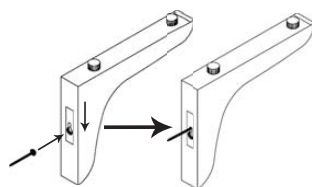

Figure 4
ÉTAPE 3: Positionnez le support sur la vis et poussez-le vers le bas pour le verrouiller en place. Assurez-vous que le support est bien appuyé contre le mur; si ce n'est pas le cas, retirez le support et serrez la vis. Répétez pour chaque support, tel qu'illustré à la **Figure 4**.